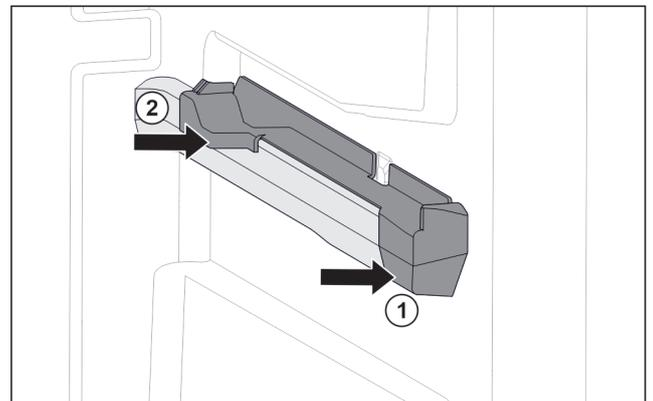

Fig. 47 Élément emboîtable sur la nervure de récipient droite
- Poser le devant de l'élément emboîtable contre la nervure de récipient. Fig. 47 (1)
- Enfoncez l'arrière de l'élément emboîtable. Fig. 47 (2)